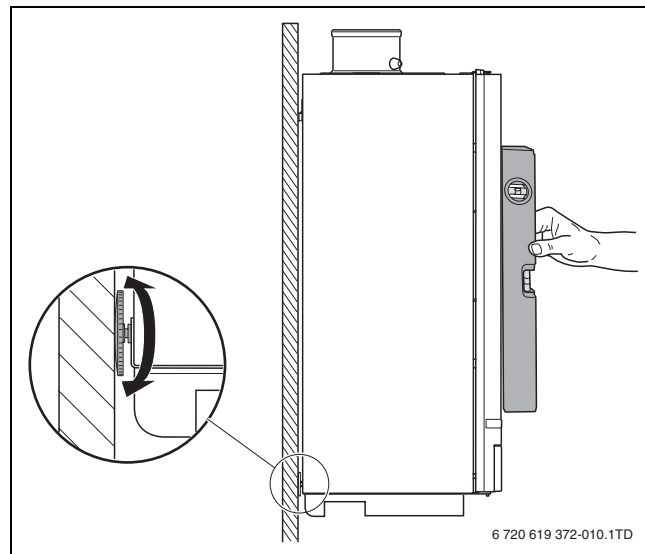

Fig. 16 Posizionamento della caldaia con le viti di fissaggio
- ▶ Posizionare la caldaia con l'aiuto della vite di fissaggio e della livella a bolla (→ fig. 16).